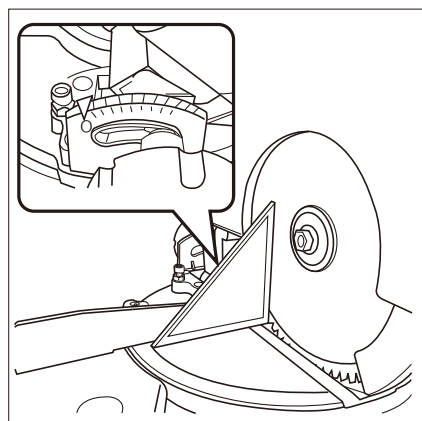

図16
- ①ターンテーブルとノコ刃が直角になったときに、アームの▼部が角度目盛0度に合っているかを確認してください。(図16参照)